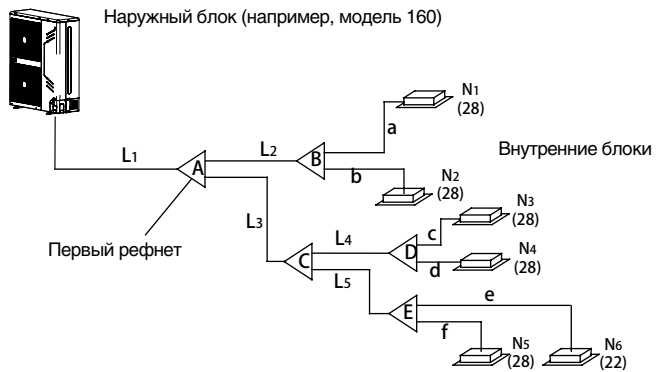

Рис. 4-5
- 2) Пример 1. На рис. 4-5 наиболее удаленные внутренние блоки линии L2, их общая производительность  $28 \times 2 = 56$ , см. табл. 4-4, размеры трубы газовой линии/жидкостной трубы –  $\varnothing 15,9/\varnothing 9,52$  мм.